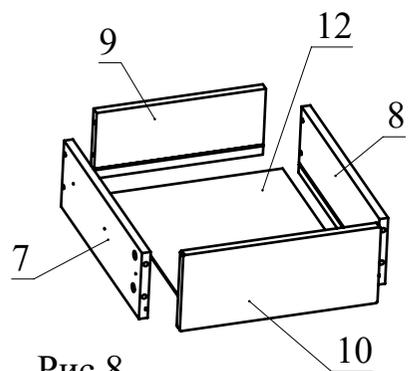

Рис.8
7. Соберите ящик. Для этого соедините детали 7 и 8 с деталью 9 при помощи конфирматов. Вставьте дно ящика 12 из ДВП в пазы деталей 7, 8, 9. Соедините фасад ящика с полученной конструкцией и затяните головки минификсов (Рис. 8).